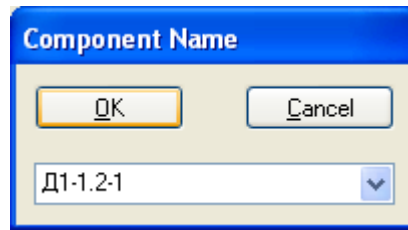

Рисунок 3.42 - Запись созданного библиотечного компонента в библиотеку
- Выполнить команды **Component/Save** и, нажав на кнопку **OK**, записать созданный библиотечный элемент в библиотеку под именем **Д1-1.2-1** (рис. 3.42).